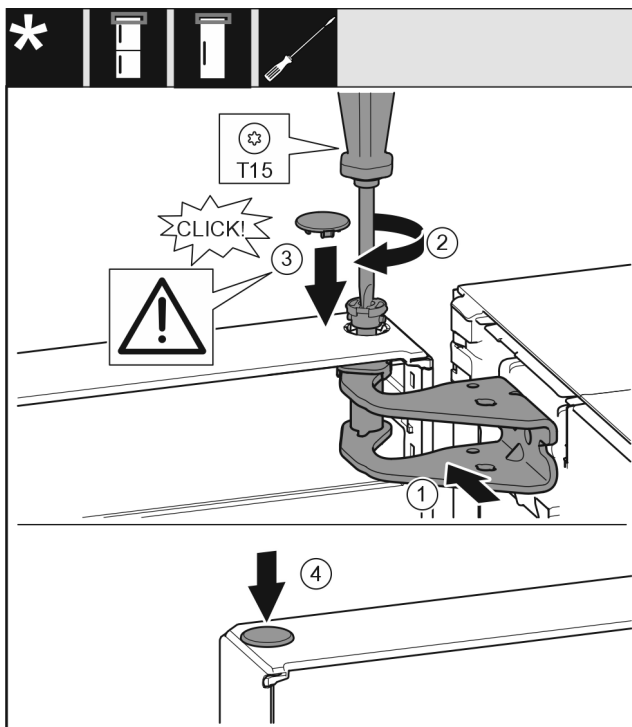

Fig. 26
- ▶ Orientar la parte superior de la puerta respecto a la apertura del soporte de apoyo. Fig. 26 (1)
- ▶ Inserte el perno Fig. 26 (2) y apriételo con un destornillador.
- ▶ Monte la cubierta de seguridad Fig. 26 (3) para asegurar la puerta: Introduzca la cubierta de seguridad y compruebe que se apoya en la puerta. De lo contrario, inserte los pernos completamente.
- ▶ Inserte el tapón Fig. 26 (4).